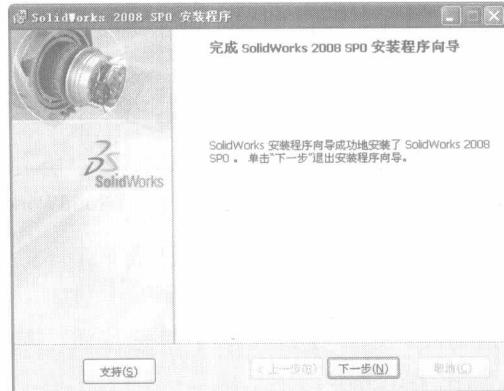

图 1-9 【完成 SolidWorks 2008 SP0 安装程序向导】对话框
(9) 安装完成后, 将弹出如图 1-9 所示的【完成 SolidWorks 2008 SP0 安装程序向导】对话框, 单击【下一步(N)>】按钮, 完成 SolidWorks 2008 的安装。